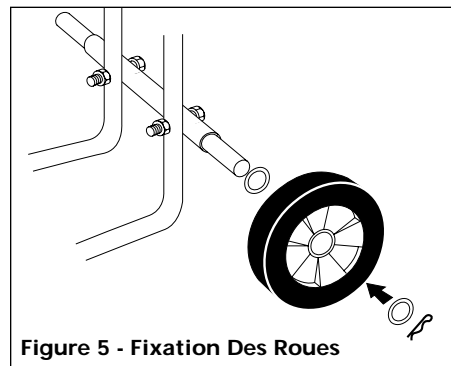

Figure 5 - Fixation Des Roues
5. Répéter pour l'autre côté (Voir Figure 5).